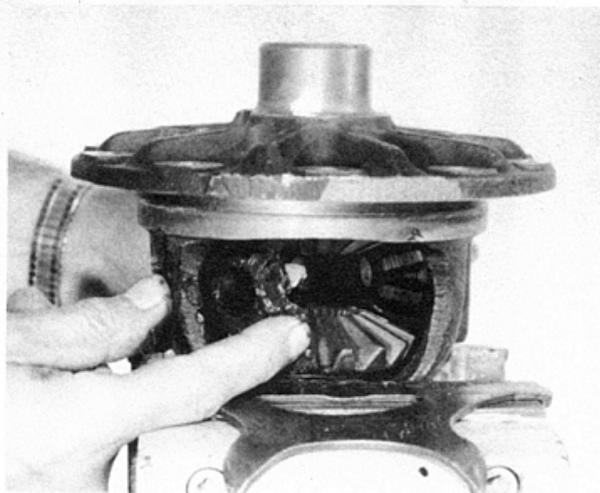

Fig. 24 - Aplicação de graxa nas arruelas e satélites.
- Colocar a caixa do diferencial na morsa como indicado (Fig. 24). Aplicar graxa à nova planetária, arruelas das planetárias e aos cubos do lado das engrenagens. Montar ambas planetárias. Aplicar graxa às novas arruelas do eixo das satélites. Montá-lo. Montar cada uma das planetárias e arruelas dos satélites, colocando-as com a mão nos seus lugares. A montagem das mesmas na caixa do diferencial, obedece procedimento inverso ao da desmontagem. Girar a engrenagem, até que os furos das arruelas e planetárias alinhem-se com os furos da caixa. Caso não seja possível girá-las com a mão, colocar uma semi-árvore e utilizar-se de uma chave para girá-las.